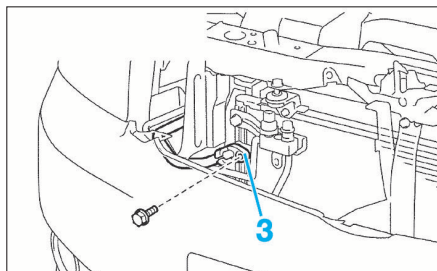

FIG. 24
- Déposer la canalisation (3) (fig. 24).